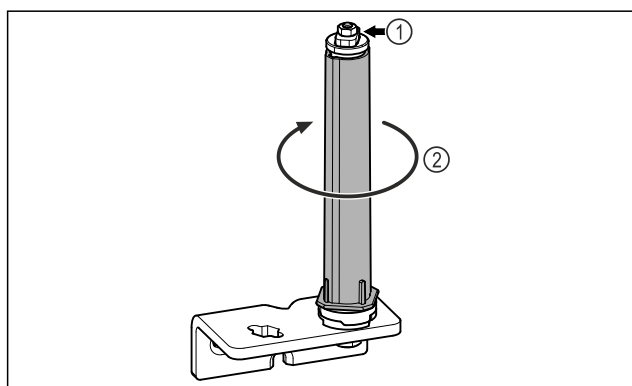

Fig. 29
- Nerozebírejte uzavírací systém dvířek Fig. 29 (1).
- Otáčejte uzavíracím systémem Fig. 29 (2), dokud nezacvakne.